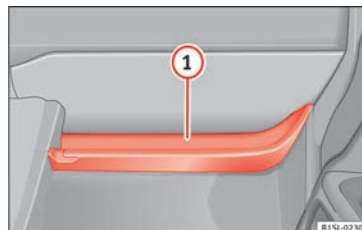

Fig. 60 Compartimento para objetos aberto no lado do passageiro.
No compartimento para objetos aberto existe um gancho para sacos » Fig. 60 ①.